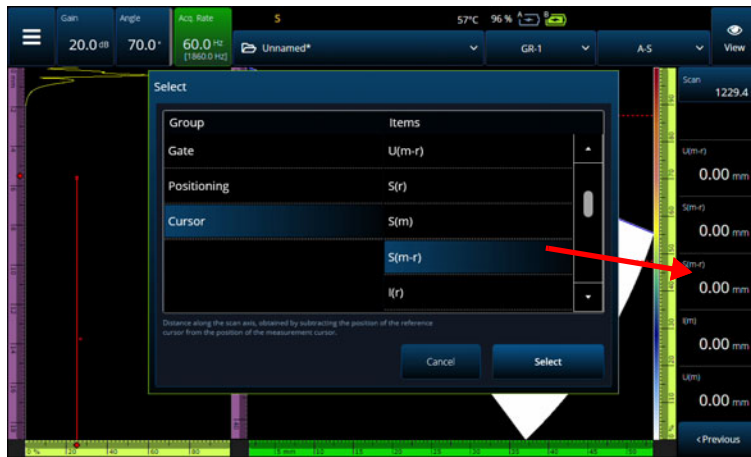

図 2-63 測定値の選択例
- b) **Select Reading（測定値の選択）** の場合、1つの特定の測定値を、使用可能な測定値に置き換えることができます（125 ページの図 2-63）。